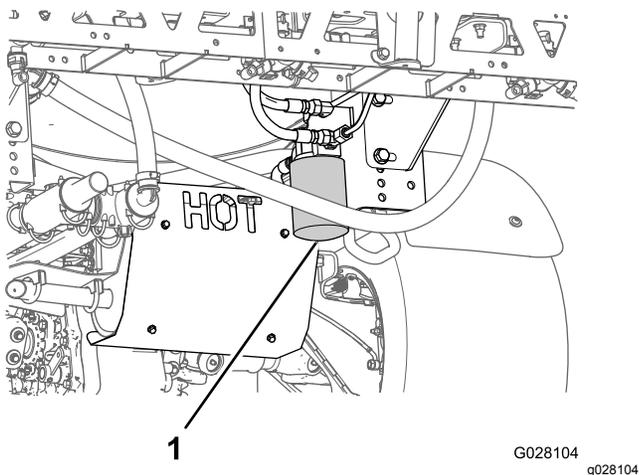

Figura 55
4. Retire o filtro (Figura 55).